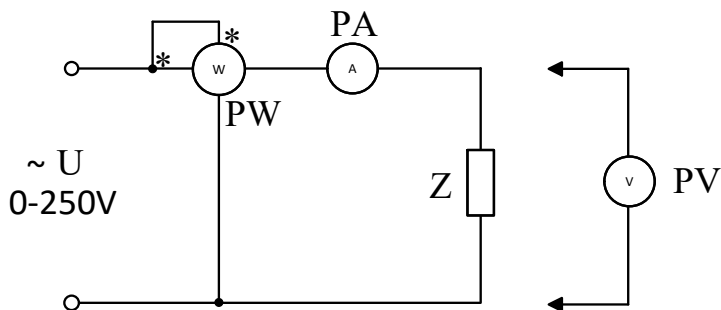

Рис.9.2. Схема определения параметров элементов на первой гармонике
2.1. Определить параметры катушки, резистора и конденсатора на частоте первой (основной) гармоники. Для чего собрать цепь по схеме рис. 9.2, подключив в качестве приемника энергии Z индуктивную катушку (резистор, конденсатор). Цепь подключить к выходным зажимам источника регулируемого переменного синусоидального напряжения. Затем подать на схему напряжение U , регулируя напряжение установить ток в пределах $0,1 - 0,2$ А. Показания всех приборов записать в табл. 9.1.